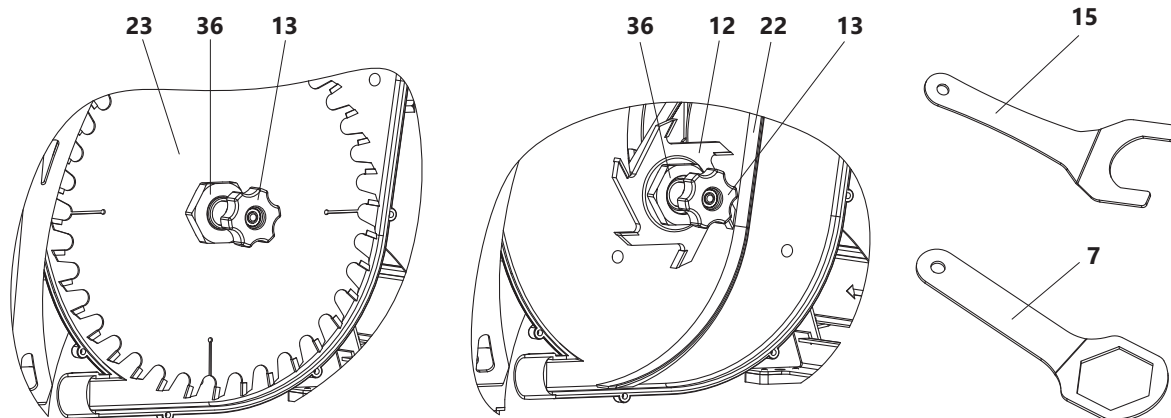

Рис. 14 Демонтаж пильного диска. Установка фрезы
- открутить гайку-барашек регулировки глубины пропила 13 пильного диска 23 (рис. 14);
- установить гайку-барашек регулировки глубины пропила 13 на рабочее место (рис. 14);
- с помощью кольцевого гаечного ключа 7 расфиксировать резьбовое соединение гайки зажимной 36 (рис. 14);